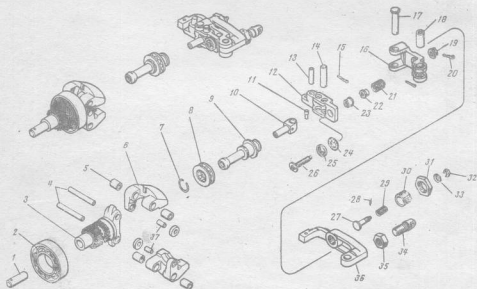

Рис. 3. Регулятор частоты вращения:
9. Снять муфту 31 грузов из развала корпуса, снять стопорное кольцо 7 (рис. 3), снять подшипник 8 муфты грузов. (Отвертка 4,0 мм).
13. Снять стопорное кольцо 38 державки грузов регулятора, снять державку 14 грузов в сборе, спрессовать подшипник 12, снять прокладки 13 и выпрессовать ось 4 (рис. 3) груза, втулку 5 груза, оси 37 ролика, снять ролики, снять грузы 6. (Пассатижи специальные И 801.23.000, молоток медный, съёмник подшипника регулятора, оправка $D=7$ мм $L=60$ мм, оправка ступенчатая $D=6,5$ мм $L=20$ мм, $D=8$ мм $L=60$ мм, оправка трубчатая $D_{\text{вн}}=18$ мм $D_{\text{внр}}=22$ мм $L=50$ мм).